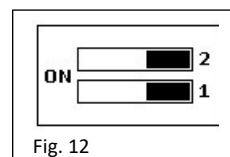

Fig. 12
- Mettre le DIP 1 sur ON, voir figure 12 ;
- Mettre le DIP 2 sur OFF si les dispositifs utilisés sont de type NO (fig. 12) ;